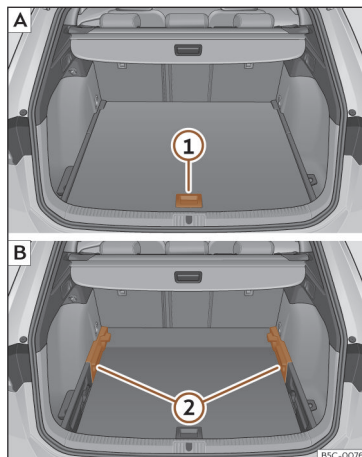

Fig. 179 Piso variável da bagageira: [A] posição alta; [B] posição baixa.
- Para passar da posição baixa para a alta, levante o piso pela pega >>> Fig. 179 (1), puxe-o para trás até que a parte dianteira do piso baixe totalmente os suportes (2).
- Desloque o piso sobre estes para a frente até que chegue ao limite no encosto dos bancos traseiros e, de seguida, baixe o piso com a pega (1).
- Para passar da posição alta para a baixa, levante o piso pela pega >>> Fig. 179 (1), puxe-o para trás até que a parte dianteira do piso baixe totalmente os suportes (2).
- Deixe cair a parte anterior contra o piso e empurre o piso para a frente até que atinja o limite no encosto dos bancos traseiros, baixando ao mesmo tempo o piso com a pega (1).
- Com o piso variável na posição alta, levante pela pega >>> **Fig. 179** ①, puxe-o e empurre para o encosto dos bancos traseiros até que o piso dobre pela linha da dobradiça e a parte móvel do piso assente sobre o mesmo.